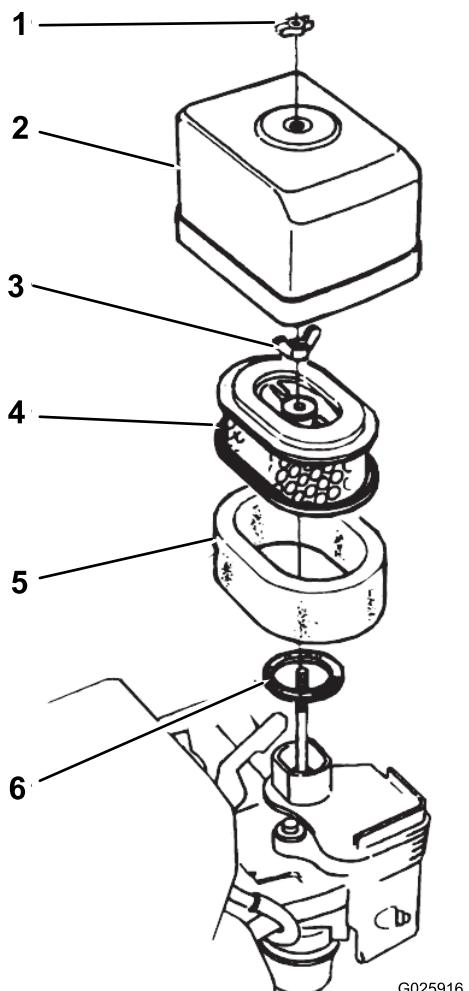

図 31
4. エアクリーナにエアクリーナのカバーを取り付ける蝶ナットを使用 図 31。
1. エアクリーナカバーをエアクリーナ本体に固定している蝶ナットを取り、カバーを外す 図 31。
1. エアクリーナカバーをエアクリーナ本体に固定している蝶ナットを取り、カバーを外す図 31。
2. エアフィルタの蝶ナットを取り、フィルタを外す図 31。
3. ペーパーフィルタからスポンジエレメントを外す図 31。
1. ペーパーエレメントにスポンジエレメントを取り付ける図 31。
2. ガスケットが磨耗や破損していないか点検する図 31。
3. ガスケットをキャブレターの吸気口に正しく取り付ける図 31。
4. エアフィルタのエレメントをキャブレターに蝶ナットで取り付ける図 31。
5. もう一個の蝶ナットで、エアクリーナカバーをキャブレターに取り付ける図 31。